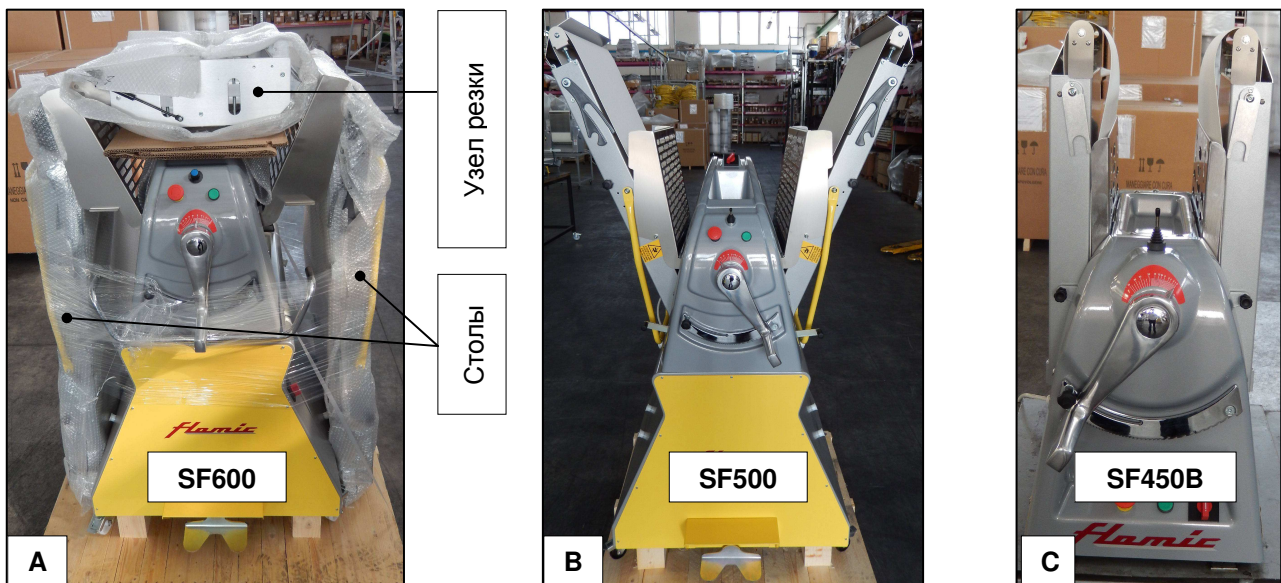

Рис. 8 - Перемещение машины на поддоне автопогрузчиком
- в упаковке из пузырчатой и стрейч-плёнки на поддоне (см. пример на Рис. 8/A)
- без обёрточного материала на поддоне (см. пример на Рис. 8/B)
- Машины модели SF600 поставляются с демонтированными столами, упакованными вместе с машиной. Узел резки (при заказе) тоже находится в этой упаковке (см. Рис. 8/A).
- Машины моделей SF450 и SF500 отгружаются с установленными столами в поднятом положении (Рис. 8/B-C). Принадлежности и факультативная оснастка, стандартно упаковываемая с машиной.
В пар. 3.4.1 даны указания по установке столов на машину модели SF600, которые, как было сказано в пар. 3.2, поставляются компанией Flamic отдельно от машины (но в одной упаковке; см. Рис. 8/A).